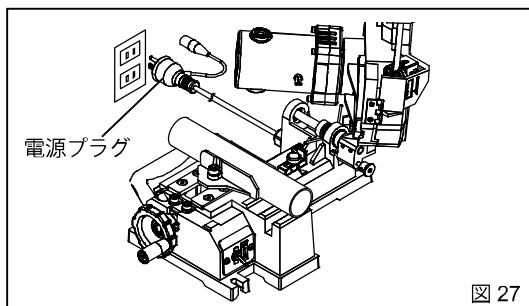
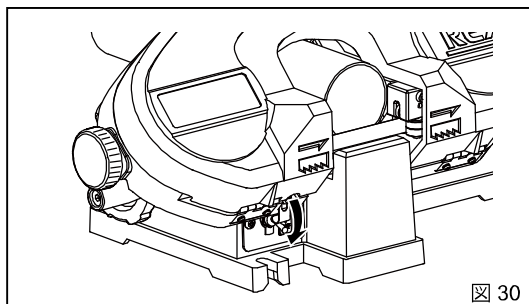

図 27
図 30
1. 切断作業 (図 27～図 30)
① 電源プラグをコンセントに接続します。(図 27)
⑤ 自動的に切断し、切断が終了するとスイッチが OFF になり停止します。(図 30)